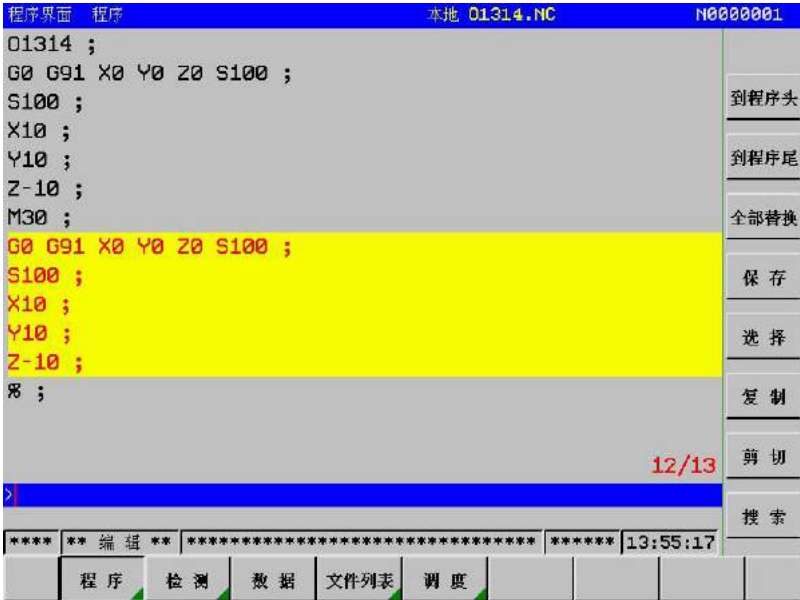

图3-2-30
- (1) 按照复制多行程序的操作步骤 1~3 项，将要剪切的多行程序段选择好，如图 3-2-30 所示。